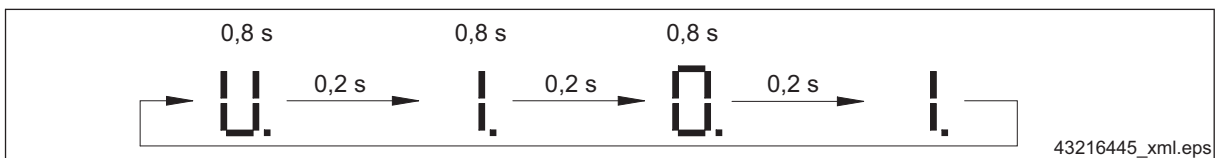

Fig. 7 Exemple : Version logicielle 1.01
- la version logicielle ⇒ Fig. 7, Page 31,